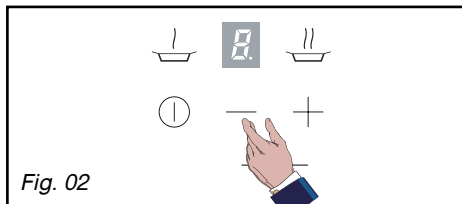

Fig. 02
– **Choisissez** la puissance de chauffe en appuyant au choix sur les touches de réglage de la puissance du foyer (accès direct). (Fig. 02). Votre table s'allume alors automatiquement.